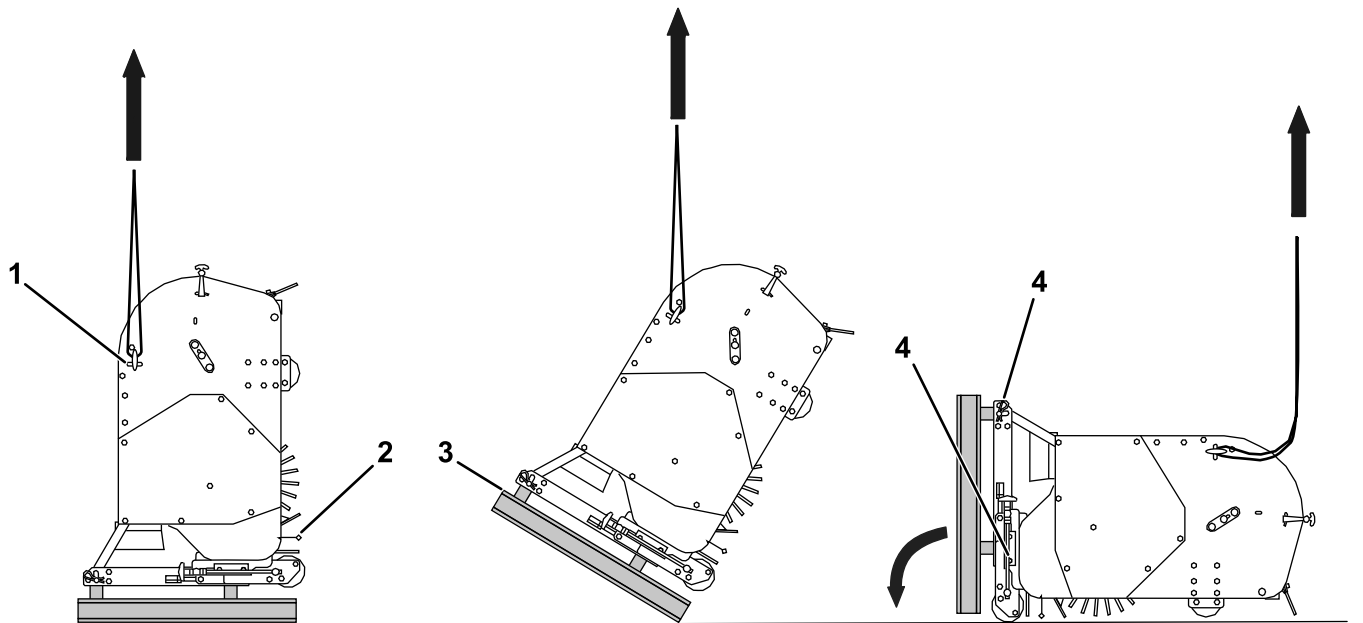

Figure 3
5. Abaissez l'accessoire doucement et de manière contrôlée, comme montré à la Figure 3, jusqu'à ce qu'il soit posé sur le sol.